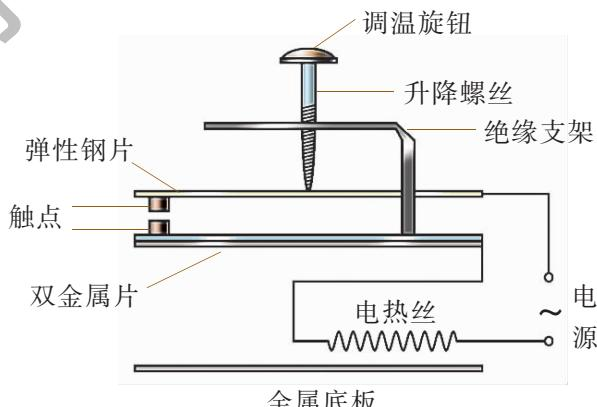

图 3-3-7
2. 如图 3-3-7 所示是电熨斗的结构图，它装有双金属片温度传感器，其作用是控制电路的通断，常温下图中上下触点是